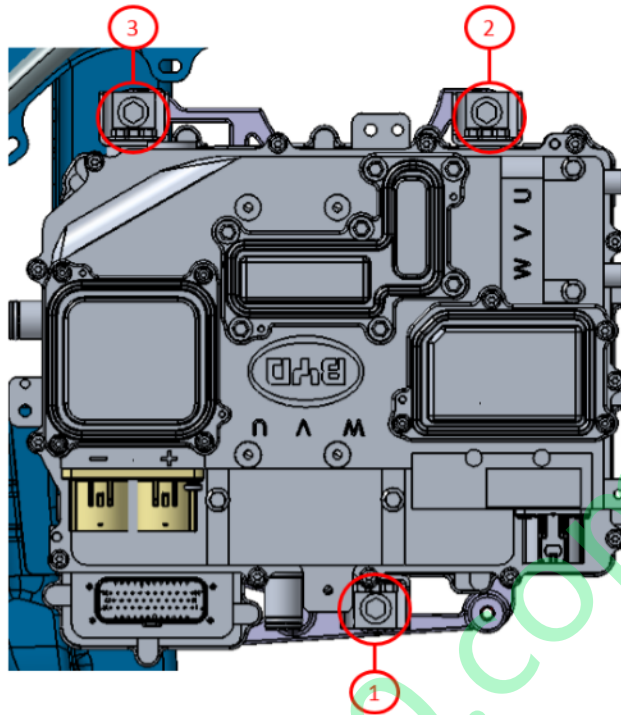

图 6.11
- ① 将二合一电控总成放进安装位置，并安装 3 个底座螺栓（图 6.11）